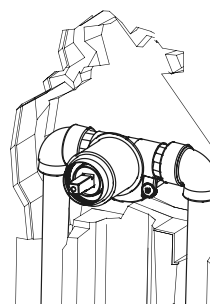

Рис. 3 / 3 сур.
3. Необходимо смонтировать смеситель*, подключив к нему трубы системы водоснабжения, и закрепить его к стене (рис. 3).